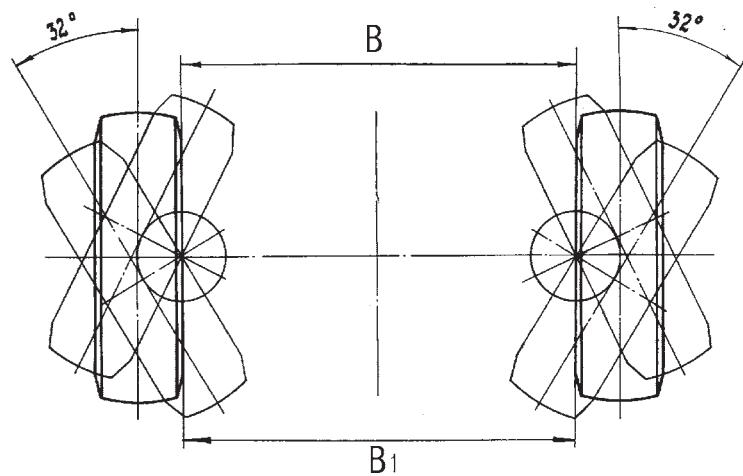

Рис. 62. Установка управляемых колес
**Регулирование схождения передних колес.** Схождение передних колес проверять при номинальном давлении воздуха в шинах замером разности расстояний  $B_1$  и  $B$  (рис. 62) по бортам ободьев колес. Порядок проверки:
колес в задней части на уровне центров колес и отметить места замеров. Перекатить автомобиль, чтобы отмеченные точки оказались впереди, и замерить расстояние В. Спереди расстояние должно быть на 1-3 мм меньше, чем сзади. Если разность расстояний В1 и В выходит за вышеуказанные пределы, то регулировать схождение колес изменением длины поперечной рулевой тяги, ослабив затяжку болтов наконечников тяги рулевой трапеции. Отрегулировав схождение, затянуть болты наконечников тяги. Углы поворота ограничиваются постоянными нерегулируемыми упорами, величина их указана на рис. 62.